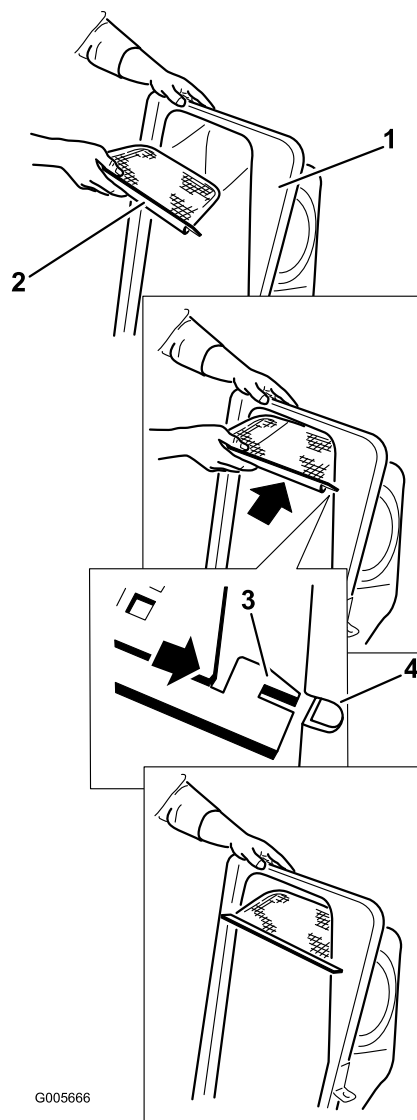

Figura 20
2. Instale la rejilla según se muestra en Figura 20, de manera que quede inclinada hacia abajo, hacia las bolsas de recogida.